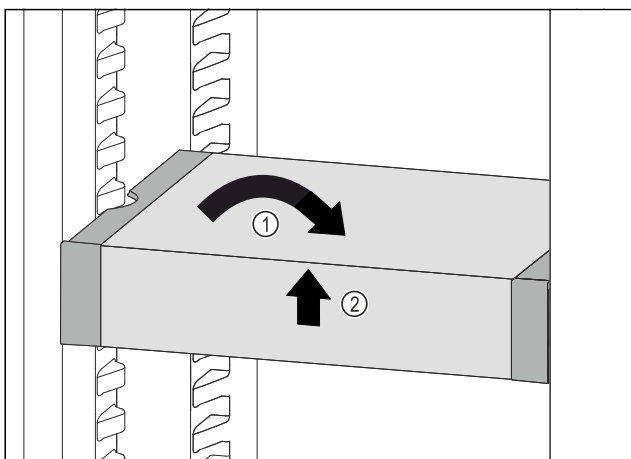

Fig. 113
- ▶ Remettre le VarioSafe droit. Fig. 113 (1)
- ▶ Soulever la partie avant du VarioSafe. Fig. 113 (2)